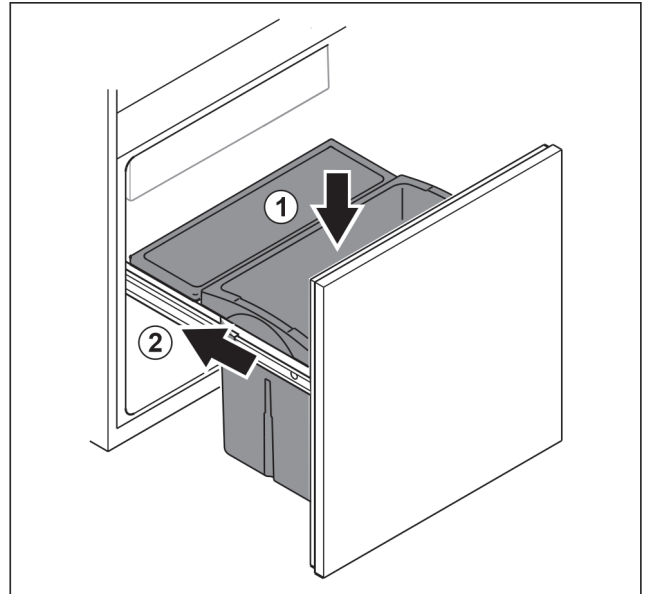

Fig. 98
- ▶ Introduceți sertarul de sus. Fig. 98 (1)
- ▶ Inșerați căruciorul de extragere. Fig. 98 (2)